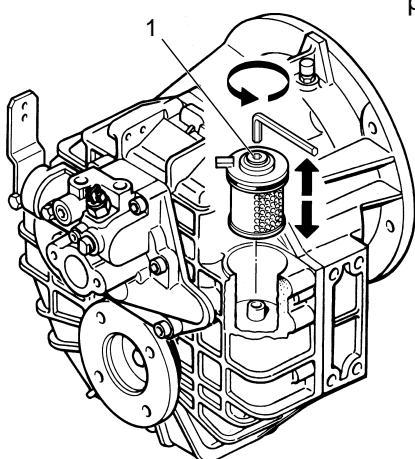

Fig. V-4
- 2.1.1 Turn the screw that fixes the oil filter cover in an anticlockwise direction and remove the filter from its housing (fig. V-4 pos. 1). Use a 6 mm Allen wrench.
- 2.1.1 Ruotare la vite che fissa il coperchio filtro olio, in senso antiorario, ed estrarre il filtro dalla sua sede (fig. V-4, pos. 1). Usare una chiave a «brugola» da 6 mm.
- 2.1.1 Tourner la vis de fixation du couvercle du filtre à huile dans le sens contraire aux aiguilles d'une montre; retirer ensuite le filtre de son emplacement (fig. V-4 pos. 1). Utiliser un clé d'Allen de 6 mm.
- 2.1.1 Girar el tornillo que sujetla la tapa del filtro de aceite, en sentido antihorario, y extraer el filtro. (Fig. V-4, pos.1). Usar una llave Allen de 6 mm.
- 2.1.1 Die Schraube, die den Deckel des Ölfilters befestigt, im Gegen-uhrzeigersinn drehen und den Filter herausziehen (Pos. 1, Bild V-4). Einen Inbus-Schlüssel von 6 mm verwenden.